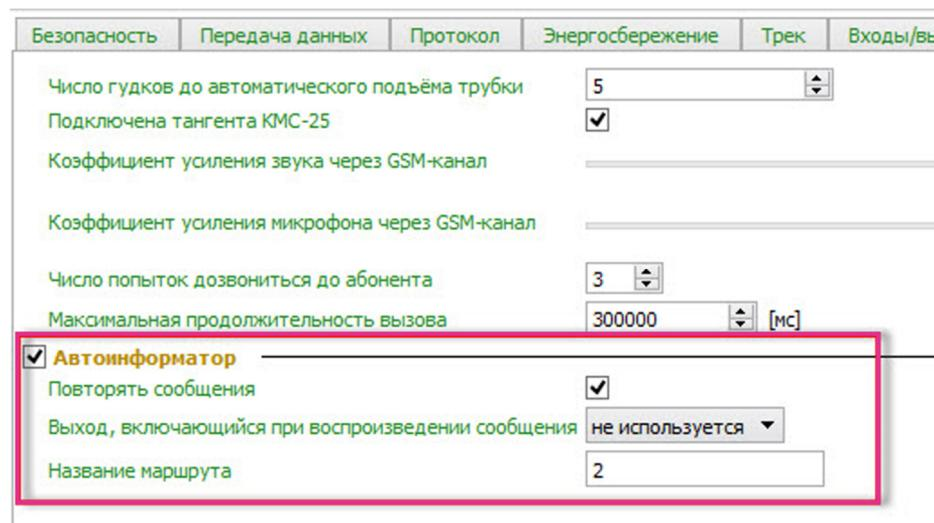

Рис. 7
5. Перейдите на вкладку «Настройки» → «Звук» и включите функцию «Автоинформатор» (Рис. 7).